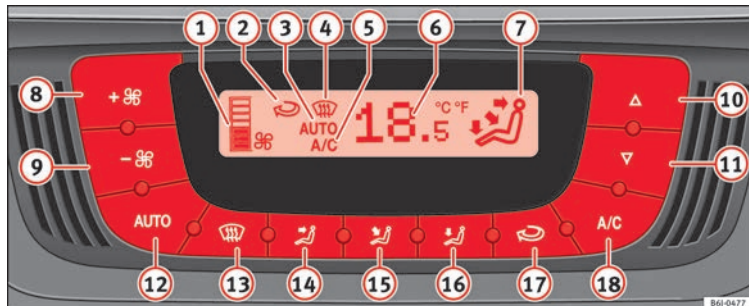

Fig. 130 Sulla plancia della strumentazione: comandi del Climatronic.
- Premere il tasto **AUTO**. Viene visualizzata l'indicazione ►► **fig. 130** ③.
- Premere i tasti ►► **fig. 130** ⑩ e ⑪ per impostare la temperatura desiderata nell'abitacolo. Consigliamo una temperatura di +22 °C (+72 °F).
- Premere uno dei tasti da ►► **fig. 130** ⑭ a ⑯ o premere il regolatore del ventilatore ⑧ e ⑨. Si spegne l'indicazione ③.
Il ventilatore può essere regolato mediante i tasti ►► **fig. 130** ⑧ e ⑨. Se la ventola è spenta (sullo schermo non è indicato nessun livello ①) e se dopo 1 secondo si ripreme il tasto ⑨, si spegne il Climatronic.
– Per attivare e disattivare la funzione di ricircolo si deve premere il tasto . È attiva se sul display compare il simbolo  » **fig. 130**.